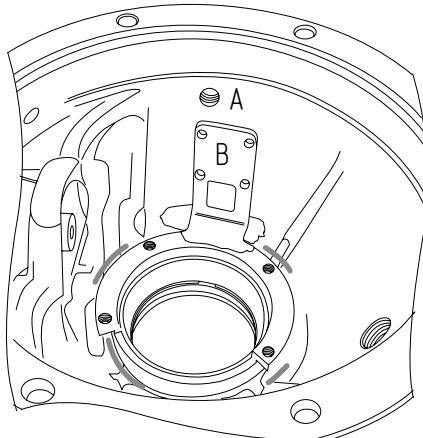

Рис. 3
- Поставьте корпус подшипника [2.1] на дно картера моста. Расположите его таким образом, чтобы центр отверстия для подвода воздуха **A** проецировался на левую грань кронштейна подшипника **B**. Для этого вставьте трубку [6] в отверстие **A**. Трубка должна проходить строго по левой грани кронштейна, не упираясь в него (**Рис. 3**):
- Разметьте на рёбрах картера моста места для доработки, а также тот участок картера моста, который предстоит доработать для последующей установки актуатора [2.2]. Для этого обведите корпус подшипника маркером по внешнему контуру (на **Рис. 3** выделено серым).